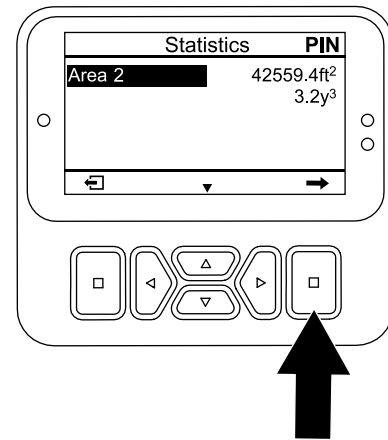

Figure 100
2. Dans l'écran STATISTICS (statistiques), appuyez sur le bouton vers le bas jusqu'à ce que l'option AREA 2 (zone 1) soit sélectionnée (Figure 100).